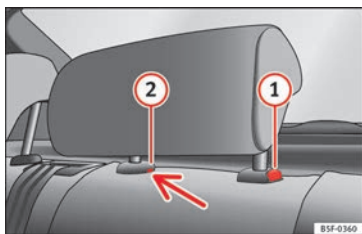

Fig. 141 Encosto de cabeça traseiro central: ponto de desbloqueio.
- Para ajustar o encosto de cabeça para baixo, pressione o botão  » **Fig. 141** e empurre-o para baixo.
- Pressione o botão  » **Fig. 141**, apertando ao mesmo tempo pelo orifício do tampão  » **Fig. 141** com uma chave de fendas, com um máximo de 5 mm de largura e retire o encosto de cabeça.